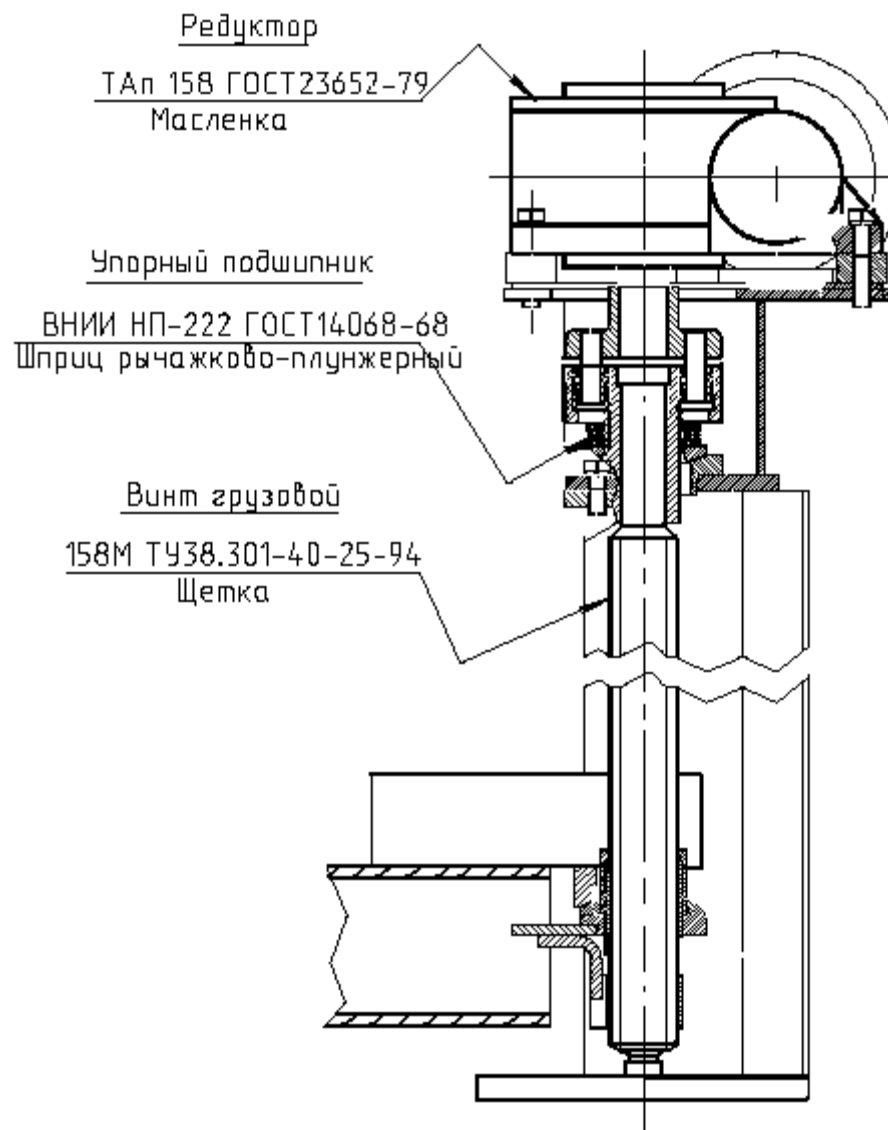

Рис. 6. Карта смазки подъемника ПЛ10Н
- произвести смазку стоек подъемника в соответствии с картой смазки (см. Рис. 6).